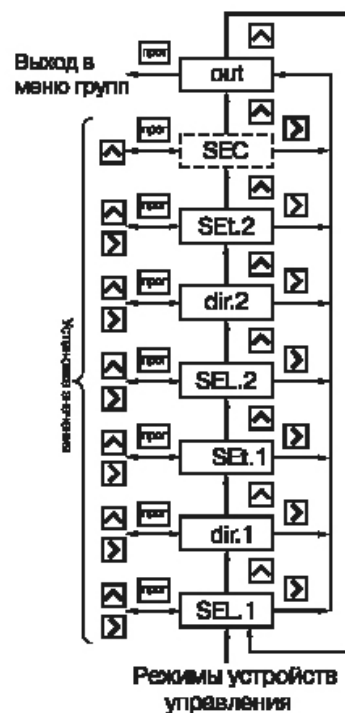

Рис. 6
6.1.9. Группа "**GrouP_d**" (рис. 6) содержит параметры **SEL1** и **SEL2**, задающих входную величину соответственно для ЛУ1 и ЛУ2, параметры **SEt1** и **SEt2**, определяющие логику их работы и параметры **dir1**, **dir2**, определяющие направление счета при котором должны сработать выходные устройства.